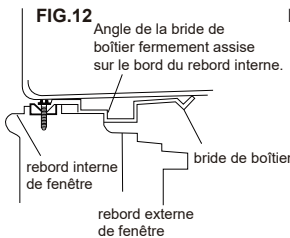

FIG.13A
4. **Pour les fenêtres en bois :** Attachez le boîtier interne au rebord interne de fenêtre avec deux vis à tête hexagonales longues de 1/2" dans les trous (FIG. 13A). (vous pouvez souhaiter percer préalablement des trous de départ.)